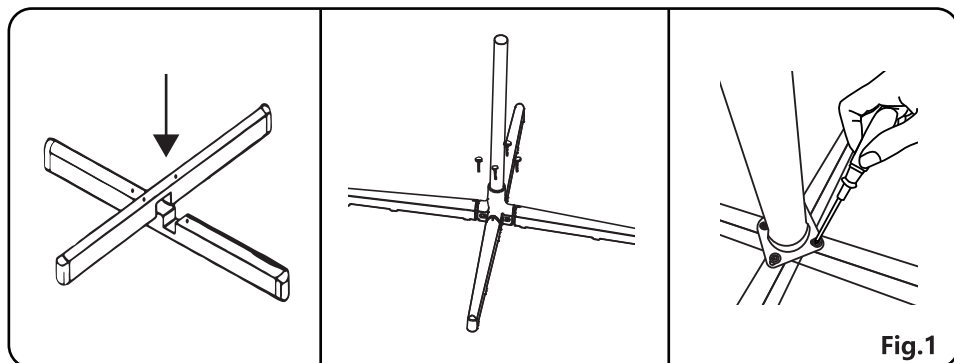

Fig.1
1. Afloje los 4 tornillos preajustados a la base del ventilador. Introduzca los dos salientes en su orificio y atornille el pie del ventilador a la base en forma de X con los tornillos originales. (Fig. 1)